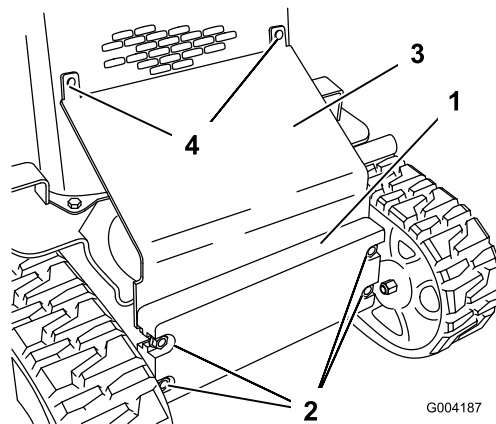

Figura 20
2. Afloje los tornillos que fijan el contrapeso delantero (Figura 20).
3. Retire los pernos de cuello cuadrado y las tuercas que fijan el protector térmico (Figura 20).
10. Deslice el protector térmico entre el bastidor y el contrapeso delantero, y fíjelo a la rejilla delantera usando los pernos de cuello cuadrado y tuercas que retiró anteriormente (Figura 20).
11. Apriete los pernos que sujetan el contrapeso delantero (Figura 20).